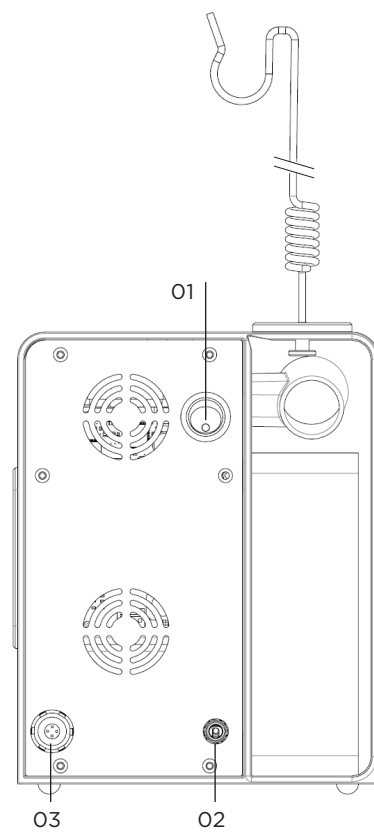

Figure 2 - Vue arrière
(1) Connectez l'adaptateur secteur fourni à la prise secteur située à l'arrière de l'appareil (voir figure 2).